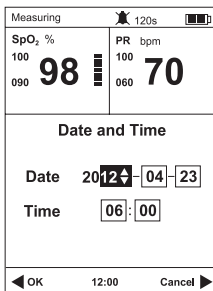

Fig.3.2
2) Pressione o botão de navegação para selecionar o item “Data e Hora” e, em seguida, pressione o botão OK para entrar no ecrã de definição da hora, consulte a Fig.3.2.